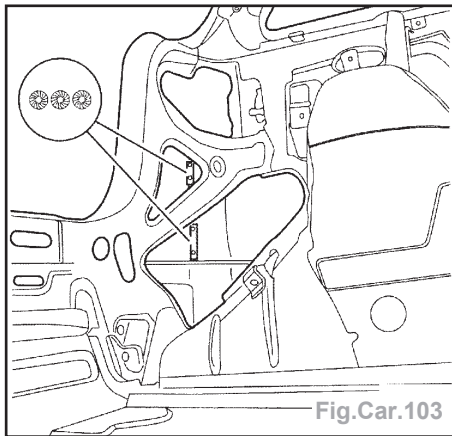

Fig.Car.103
- Souder par points sous atmosphère gazeuse les points d'assemblage montrés sur la figure et ensuite meuler (Fig.Car.103).